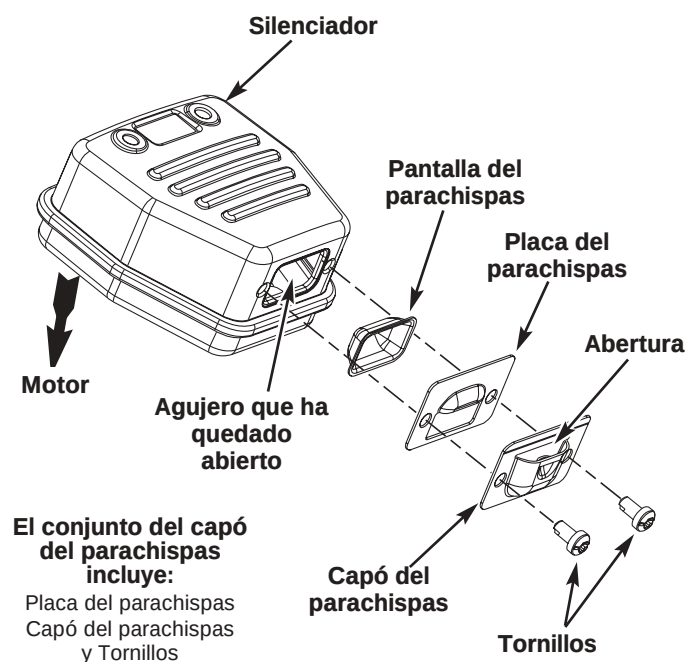

Fig. 38
2. Localice el silenciador, pero no lo quite. Busque los dos (2) tornillos en la parte inferior del silenciador (Fig. 38). Estos dos tornillos unen el conjunto de deflector de escape y la pantalla del parachispas a la parte inferior del silenciador. Quite los dos (2) tornillos usando una llave torx No. 20 o un destornillador plano.
6. Coloque la placa del parachispas encima del parachispas con el lado “levantado” hacia arriba mirando al motor (Fig. 38).
7. Coloque el capó del parachispas encima de la placa del parachispas con el lado “levantado” hacia arriba y la apertura mirando en dirección CONTRARIA al motor (Fig. 38). Asegúrese de que el escape se dirija en dirección CONTRARIA al motor.